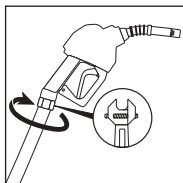

Ilustración 2
- **Solución:** Controle que la pistola surtidora esté conectada correctamente a la manguera. (Vea la ilustración 2)